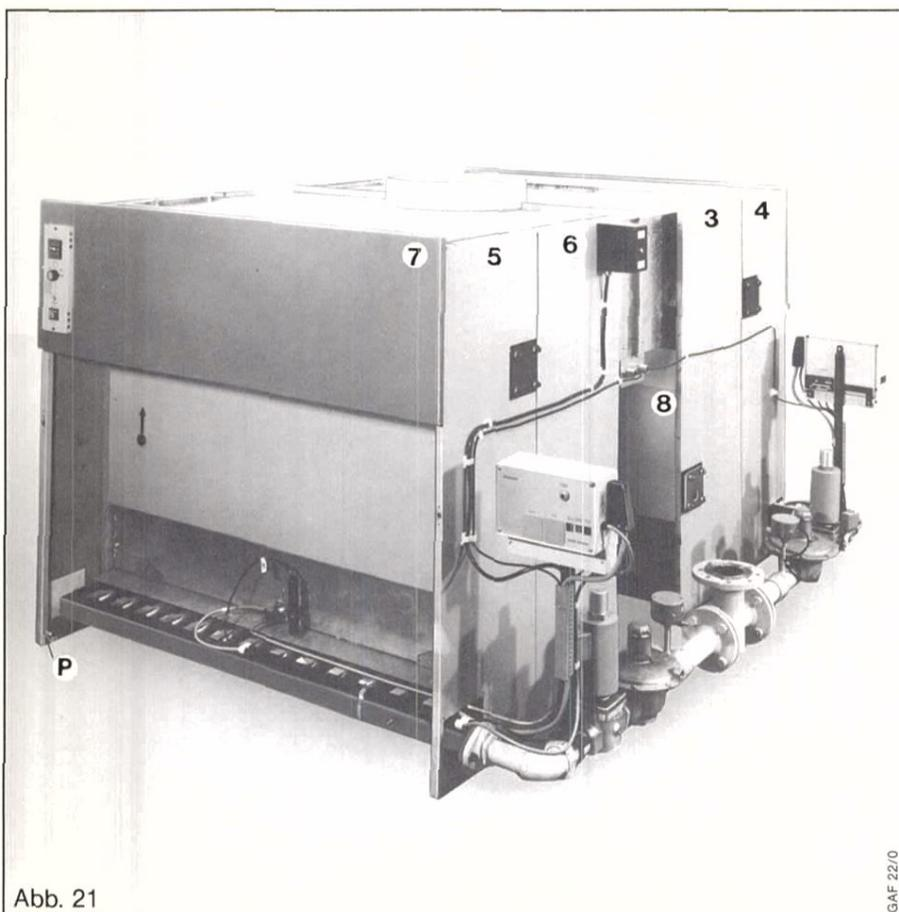
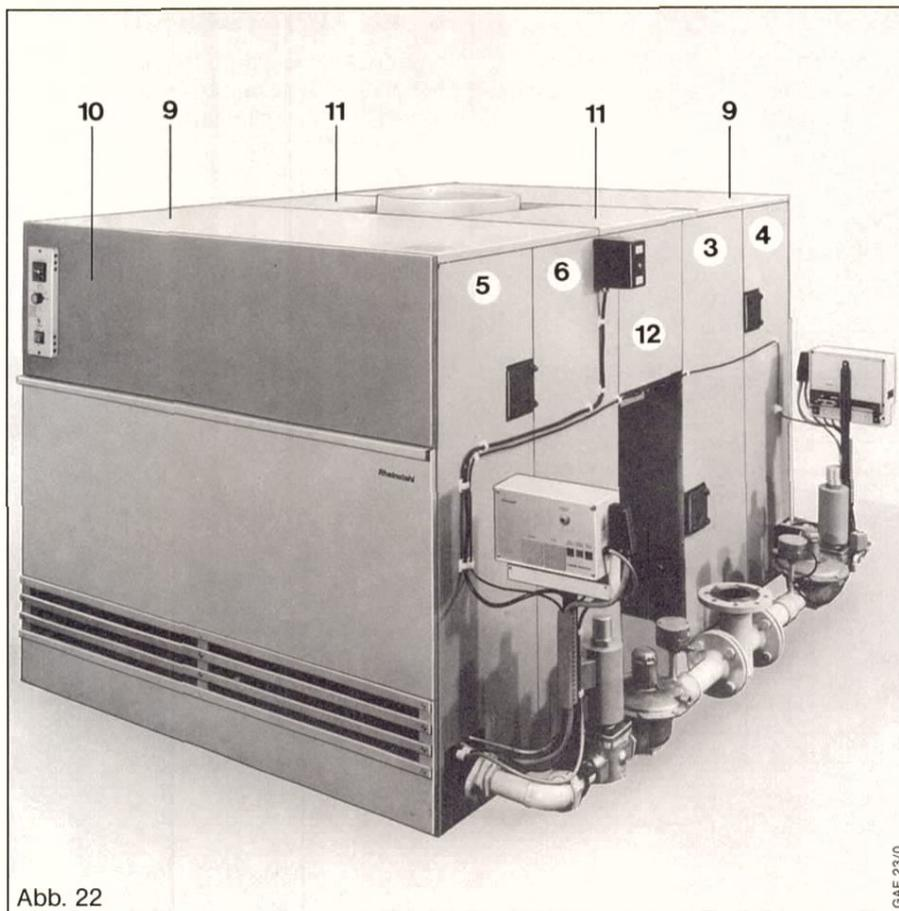

Abb. 21
Abb. 22
Mantelblech, hinten (8) mittels 4 Blechschrauben mit Blech (3) links und Blech (6) rechts verschrauben, Abb. 21.
4 Fassonschrauben in Mantelblech, oben (9) einschrauben und auf die Bleche (3) und (4) links sowie auf die Bleche (5) und (6) rechts auflegen. Fassonschrauben müssen in die dafür vorgesehenen Öffnungen einrasten, Abb. 21.
2 Fassonschrauben oben in Mantelblech, vorn (10), Abb. 22, einschrauben. Blech mit den seitlichen Haken unten, schräg nach vorn geneigt, auf die Stifte (P), Abb. 21, stellen und an die Bleche (4) links und (5) rechts andrücken. Fassonschrauben müssen einrasten.
In Mantelbleche, seitlich (3) und (6) sowie Mantelbleche, oben (9) Bolzen einschrauben. Mantelbleche, oben (11) und Mantelbleche, seitlich (12) einhängen, Abb. 22.
Zündbrenner an Brennerplatten mittig montieren, Abb. 21.
Zündgasleitungen auf erforderliche Länge kürzen und verlegen, Abb. 21. Instrumententafeln mittels Stecker mit Schaltkästen der Gasstraßen verbinden.